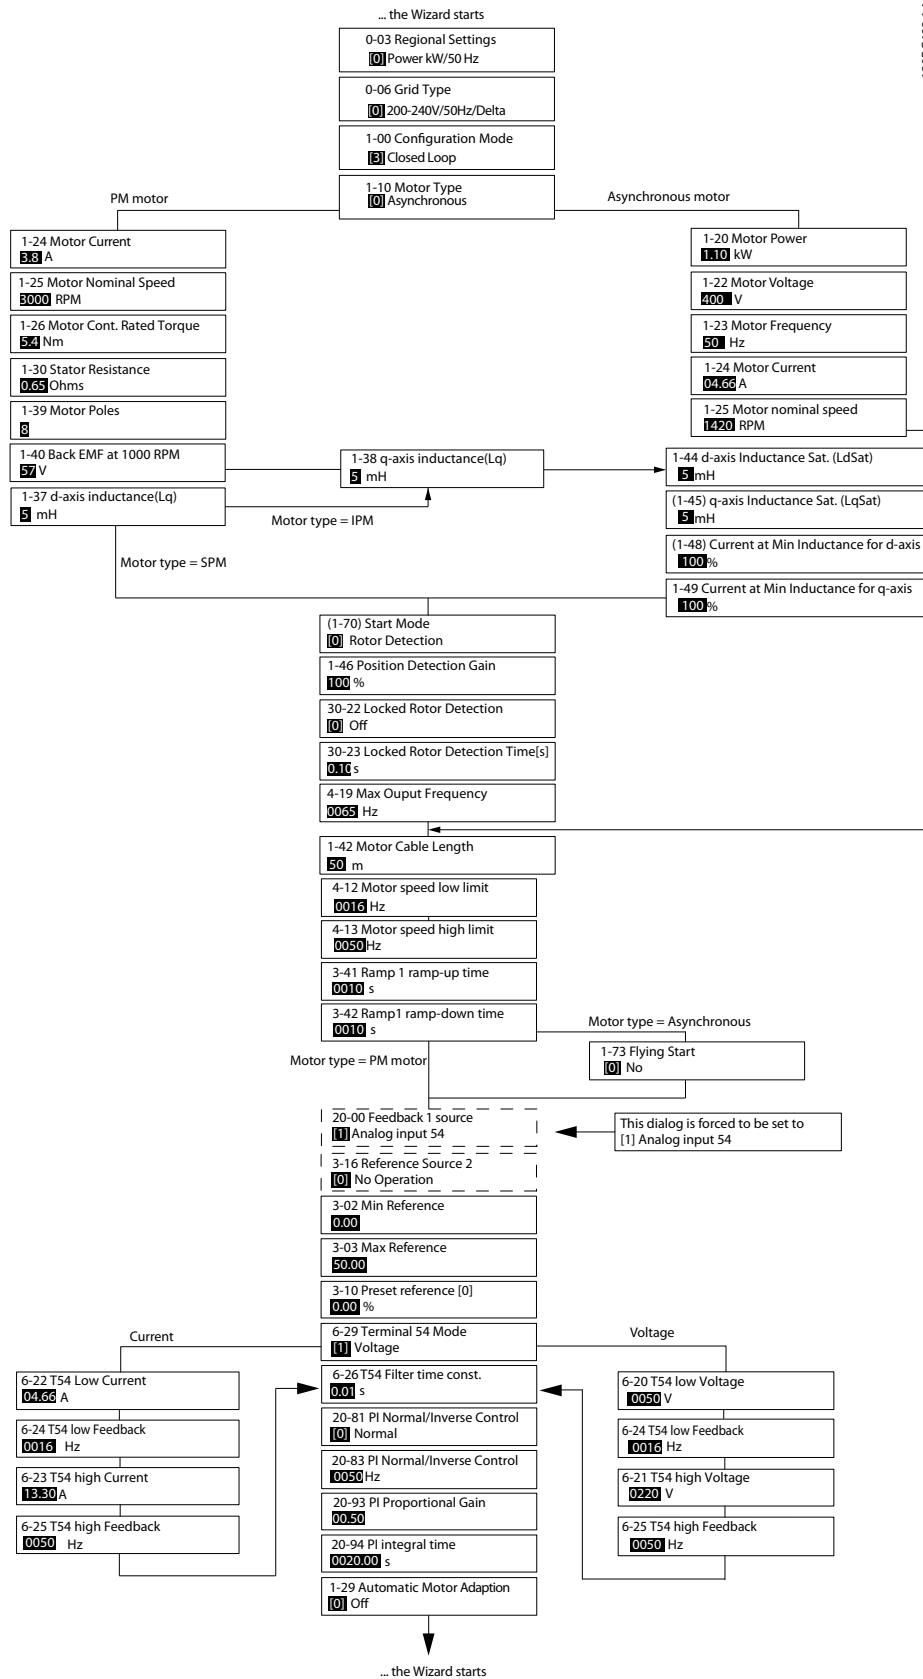

Abbildung 2.5 Einrichtungsassistent für Anwendungen mit Regelung mit Rückführung
- Assistent für Anwendungen mit Regelung mit Rückführung. Nähere Angaben finden Sie in *Abbildung 2.5*.